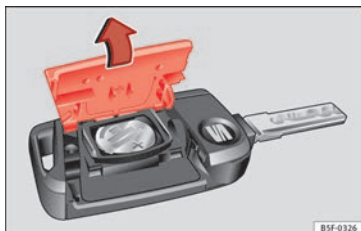

Abb. 135 Fahrzeugschlüssel: Deckel des Batterie-fachs öffnen.
- Abdeckung auf der Rückseite des Fahrzeug-schlüssels »» **Abb. 135** in Pfeilrichtung ab-nehmen »» ❶.
»» **Abb. 135** und entgegen der Pfeilrichtung auf das Fahrzeugschlüsselgehäuse drücken, bis sie einrastet.